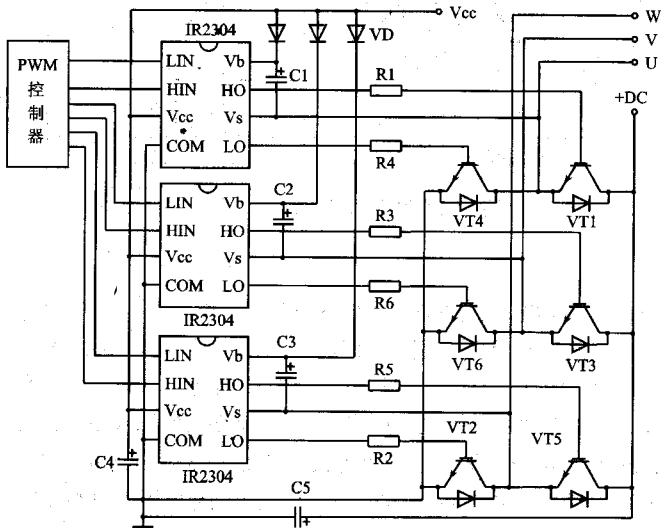

图 3
由 IR2304 组成的典型应用电路三相桥式逆变器的硬件结构如图 3 所示。对于六个功率元件构成的三相桥式逆变器采用三片 IR2304 驱动三个桥臂是中小型功率变换的理想选择。(1) 主电路可将直流电压 +DC 逆变为三相交流输出电压 (U、V、W)。直流电压 +DC 来自三相桥式整流电路，逆变电路功率元件使用耐
利用 IR2304 设计驱动逆变器时应注意以下几个问题：(1) 当自举电压不容易满足要求时，可以去掉 VD，直接给 V_B、V_S 加另一个 10 ~ 25V 隔离电源，但没有充分利用 IR2304 应有的资源和特点。对于全桥型逆变器，无需经过负载充电，这种形式自举工作仅是 C2 选择问题。(2) 若使用自举技术产生 V_B 时，则接于引脚 V_{CC} 与 V_B 间的二极管 VD 应为超快恢复二极管，其反向耐压要大于 600V。(3) 芯片中的输入控制逻辑电路还为同一桥臂的高端和低端提供了死区时间，以避免同一桥臂上的被驱动功率元件在开关转换过渡期间发生同时导通。(4) 驱动电路输出串接电阻一般在 10 ~ 33 Ω，而对于小功率器件，串接电阻应该增加到 30 ~ 50 Ω。(5) 驱动电路与被驱动的功率器件距离应尽可能短，连接线尽可能使用双绞线或同轴电缆屏蔽线。(6) 可使用高频高速光耦合器件如 6N136、4N25 等元件将控制部分（如图 3 所示 PWM 控制电路）与由 IR2304 构成的驱动电路隔离，使控制电路的逻辑地和驱动电路的逻辑地相互独立；来增强系统的抗干扰能力。(7) 在具体应用电路设计中可根据实际需要灵活变更外围电路，以满足使用要求。◆